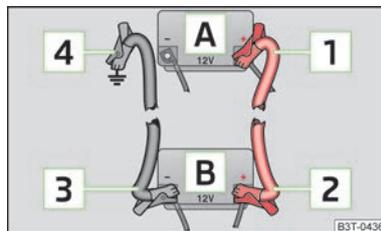

Fig. 153
- > Conectar un extremo **1** >> fig. 153 al polo positivo de la batería descargada **A**.
- > Conectar un extremo **3** >> fig. 153 al polo negativo de la batería auxiliar **B**.